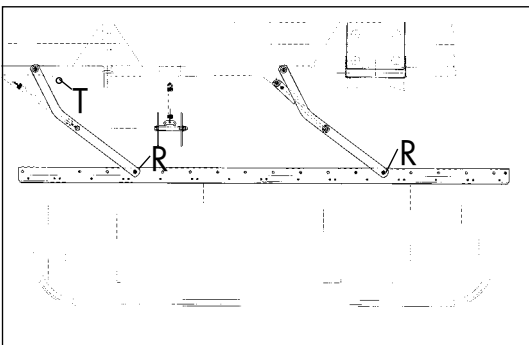

Figure 6-4
La planche à andains peut être montée dans différentes positions dans le sens longitudinal (R). De cette façon, il est possible d'adapter la formation d'andains de manière optimale à tous les types de fourrage. Si vous n'avez plus besoin de la toile à andain, elle peut être enlevée de la paire de bras antérieure lorsqu'elle est en position « basculée vers le haut » (T) (figure 6-4).